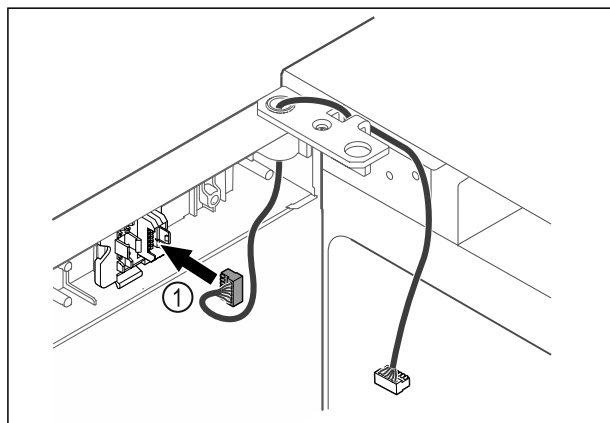

Fig. 49
- Wtyczkę Fig. 49 (1) należy włożyć w uchwyt wtyczki.